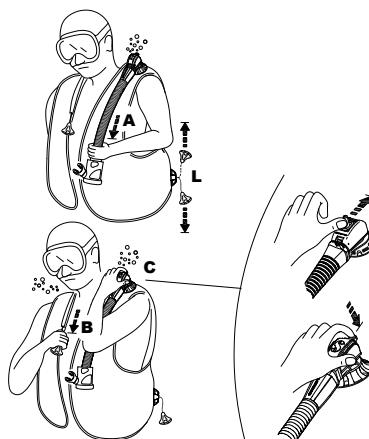

fig. 7
- a) tirando leggermente sull'assieme tubo corrugato (fig. 7 – A).
- b) spingendo di lato il pulsante che sporge fuori dalla cassa della valvola (fig. 7 – C) (Brev.): questo sistema può anche essere utile per scaricare il sacco di un altro subacqueo in difficoltà (panico, stato d'incoscienza, ecc.)
- Il gruppo di scarico manuale (monocomando) presenta infatti un pulsante di scarico supplementare (brevettato) sul gomito corrugato che quando viene azionato (fig. 7-C) scarica il sacco, ad es. in caso di difetto dello stesso monocomando (cavetto interno, pernetti di fissaggio rotti, ecc.) o mentre si respira con l'AIR 2.
Valvola di scarico manuale sulla spalla (fig. 7-B)
La valvola sulla spalla destra, si aziona tirando leggermente il pomolo, collegato ad essa da un cordino (fig. 7 – B). Per attivare la valvola di scarico manuale, posizionarsi in modo che la valvola sia in posizione superiore rispetto al jacket.
Attivare la valvola di scarico fino a quando si è raggiunto il valore di galleggiabilità desiderato. Per chiudere la valvola smettere di tirare il pomolo (fig. 7-B)
Valvola di scarico manuale inferiore (fig. 7-L)
Questa valvola, che ha doppia funzione, è collocata dietro e in basso sul jacket: serve per scaricare aria quando il subacqueo è in posizione orizzontale o a testa in giù, tirando il pomolo collegato ad essa con un cordino. (fig. 7-L)
I dispositivi di scarico con la massima portata di scarico del gas, sono la valvola sulla spalla (fig. 7-B) e la valvola inferiore (fig. 7-L).